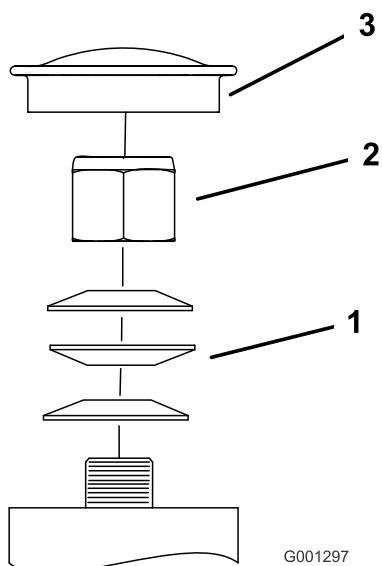

Bild 57
3. Entfernen Sie den Staubdeckel vom Laufrad und ziehen Sie die Sicherungsmutter an (Bild 57).
4. Ziehen Sie die Mutter so weit an, bis die Federscheiben flach sind. Drehen Sie dann 1/4 Drehung zurück, damit Sie die Vorlast korrekt auf die Lager verteilen können (Bild 57).
Wichtig: Achten Sie darauf, dass die Federscheiben richtig eingesetzt sind, siehe Bild 57.
5. Setzen Sie den Staubdeckel auf (Bild 57).